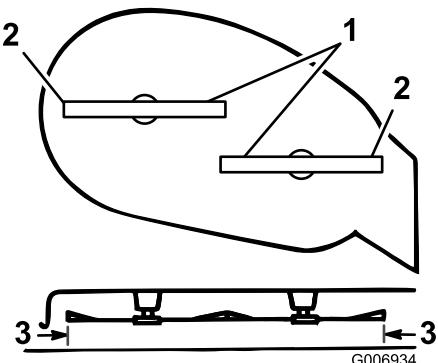

Figura 35
5. Ruotate con cautela le lame da un lato all'altro (Figura 35).
6. Misurate la distanza tra i taglienti esterni e la superficie piatta (Figura 35). Se entrambe le misurazioni non sono comprese in 5 mm, regolatiale; proseguite l'operazione.